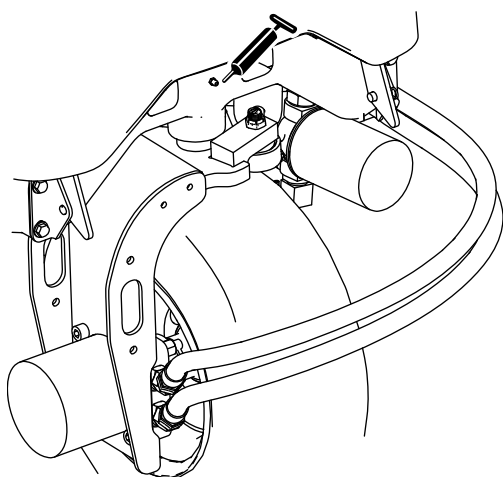

Figura 36
- Pivot de direcie (Figura 36)